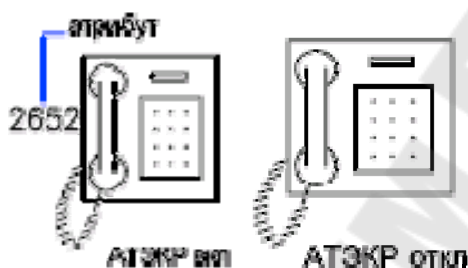

Рис. 2.135. Управление глобальной видимостью атрибутов
**Откл** – видимость всех атрибутов полностью отключается (рис. 2.135).